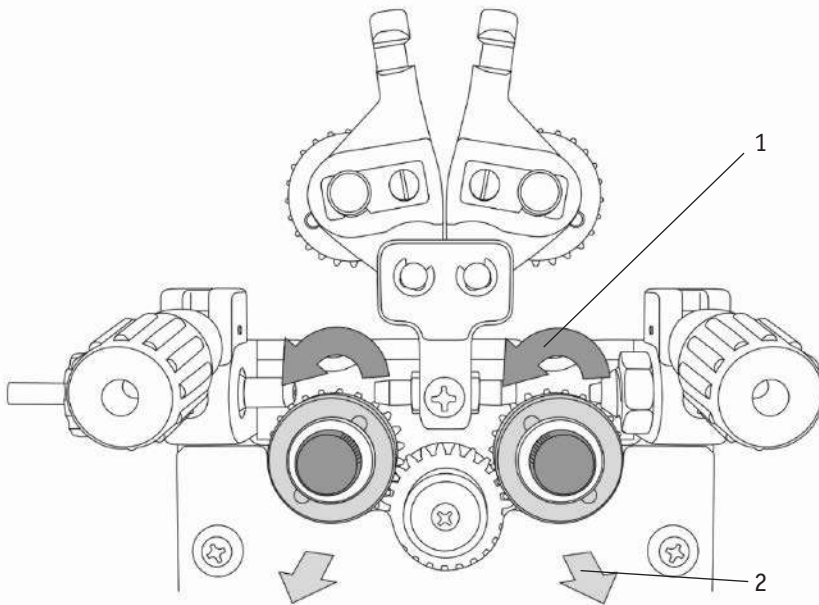

Рис. 8.6.3. Порядок смены подающего ролика.
**2.** Установите необходимую канавку в зависимости от диаметра сварочной проволоки, открутите винты крепления роликов, замените или переверните подающий ролик (см. рис. 8.6.3).